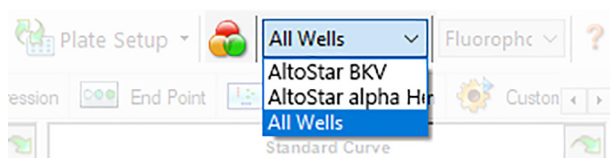

Figura 4: Botão Well Group (Grupo de Poços) e menu pendente Well Group (Grupo de Poços)
Na janela Data Analysis (Análise de Dados), certifique-se de que seleciona o **Well Group** (Grupo de Poços) do kit AltoStar® BKV PCR Kit 1.5. Deste modo, clique no menu pendente **Well Group** (Grupo de Poços) junto do botão **Well Group** (Grupo de Poços) (consulte a figura 4) da barra de ferramentas. Não utilize o **Well Group** (Grupo de Poços) «All Wells» (Todos os Poços). A seleção na figura 4 é utilizada como uma vista geral de exemplo.
1. Na janela Data Analysis (Análise de Dados), certifique-se de que seleciona o **Well Group** (Grupo de Poços) do kit AltoStar® BKV PCR Kit 1.5. Deste modo, clique no menu pendente **Well Group** (Grupo de Poços) junto do botão **Well Group** (Grupo de Poços) (consulte a figura 4) da barra de ferramentas.